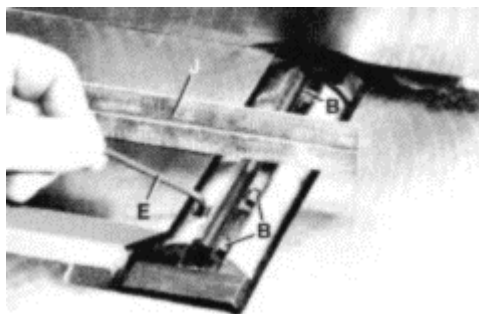

Рис. 58 Регулировка стола
13. Опустите подающий стол и поместите линейку (J), Рис. 58, на раз-
14. Вращайте фрезерную головку вручную, пока нож не окажется в самой высокой точке на каждом конце фрезерной головки. Для подъема ножа используйте гаечный ключ (E), Рис. 58, и поворачивайте подъемный винт по часовой стрелке до тех пор, пока нож не коснется линейки (J) на каждом конце и центре фрезерной головки при нахождении ножа в самой высокой точке.
Если Вы уверены, что нож отрегулирован правильно, то затяните пять стопорных винтов (B), Рис. 58, три из которых показаны на рисунке, повернув их против часовой стрелки.